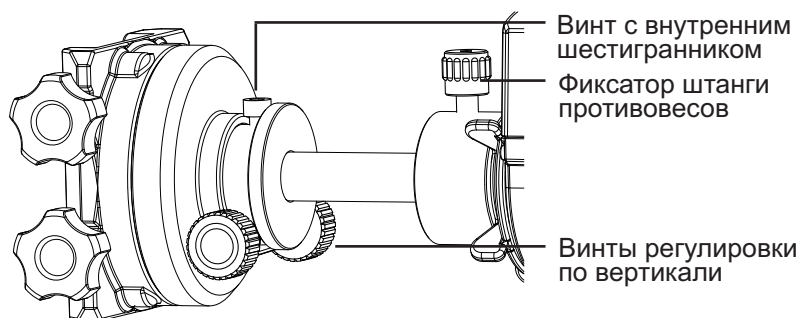

Рис. 2.5a
2. Ослабьте винт с внутренним шестигранником на металлическом кольце установочной площадки и установите площадку на штангу противовесов, как показано на рис. 2.5a. Совместите положение винта с внутренним шестигранником с плоской поверхностью на штанге противовесов.
8. Наведите основную оптическую трубу на удаленный объект и отрегулируйте два винта регулировки по вертикали (рис. 2.5a) дополнительной установочной площадки до положения, в котором обе оптические трубы направлены на точки, расположенные на одном уровне по высоте.